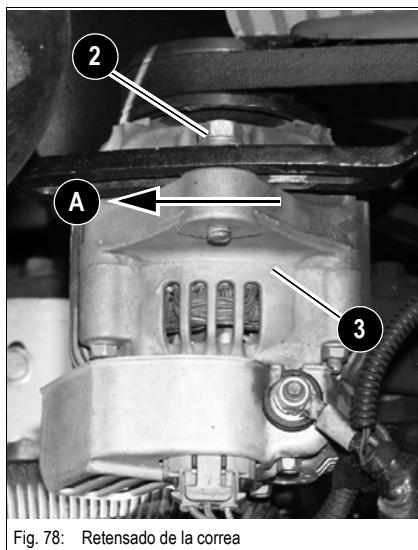

Fig. 78: Retensado de la correa
- ☞ Utilizando un medio auxiliar adecuado, mover el alternador de corriente trifásica en dirección de la flecha **A**, hasta que se haya alcanzado la tensión correcta (Fig. 78)